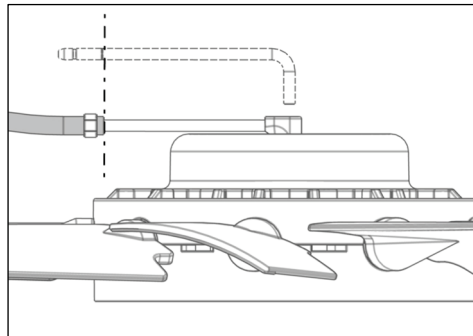

Fig. 19
- 9) Skub trykslangen over luftindtagsrøret op til mærket (25 mm / 0.984") (Fig. 19).